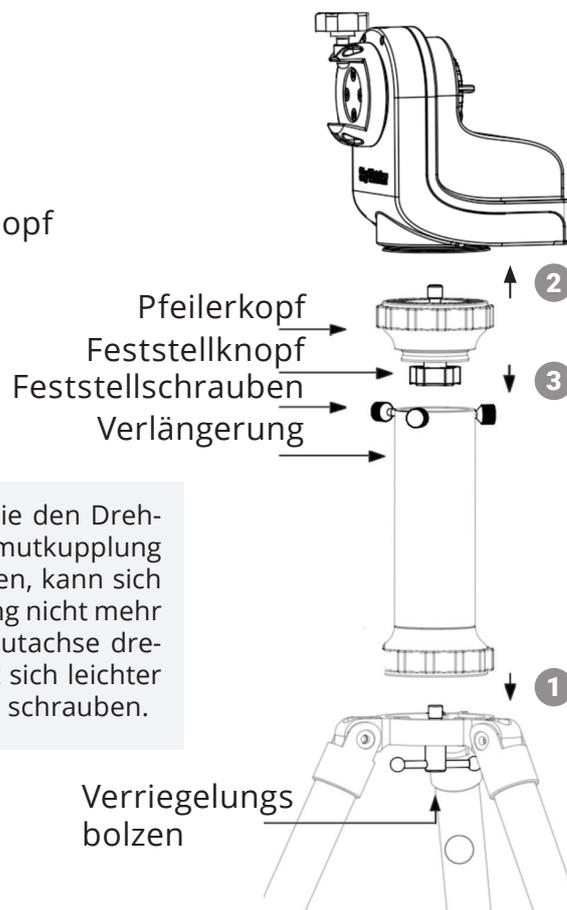

Abb. 1.1c
4. Bei Verwendung eines Langrohrteleskops mit AZGTi-Montierung sollte ein Stativverlängerung zwischen Stativ und AZGTi-Montierung eingesetzt werden, um zu verhindern, dass das Teleskop gegen die Stativbeine stößt, wenn es in den Zenit zeigt (**Abb. 1.1c**).